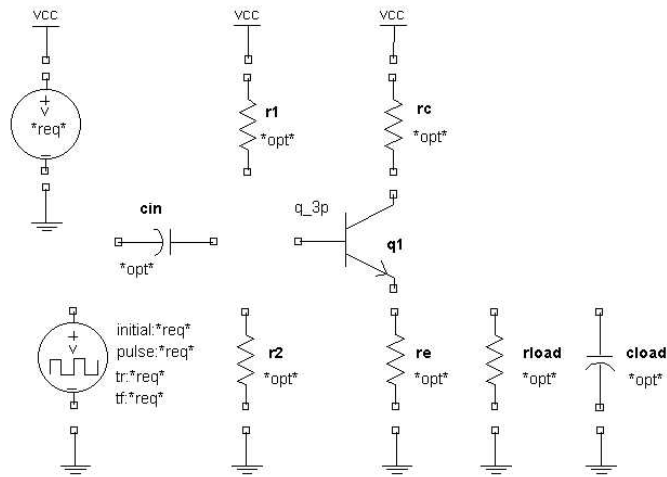

图 2 单级晶体管放大器部件布局
在教材的这一部分你将按图 2 所示在原理框图上放置符号。图中增加了如 r1、r2 等部件标号以便参照。
6) 在 Available Parts 表中, 选择 Resistor (1)。
9) 将 5 个电阻按图 2 所示放置在晶体管周围, 步骤如下:
3. 使用下列 Parts Gallery 设定值及图 2 所示的部件布局图来查找并放置 V_Pulse 符号。
- 7) 如图 2 所示放置符号。如下可旋转符号 180°。
- 1) 在 Parts Gallery 中，使用 3.5 节中所作的相同设定值，只是在 Available Parts 表中，选择 Capacitor (1)。
- 2) 如图 2 所示放置和定位符号。
- 6) 通过单击 place 按钮 6 次放置 gnd 符号。如图 2 所示布置符号。
3) 单击 **Place** 按键 3 次来布局 VCC 符号。如图 2 所示布置符号。